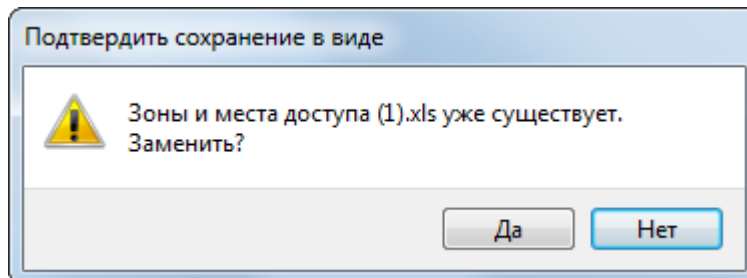

Рис. 12-10 – Подтверждение о перезаписи файла
6) Если файл с таким именем уже существует, выводится предупреждающее сообщение (рис. 12-10). Нажать «Да» для перезаписи файла или «Нет», чтобы задать новое имя файла.